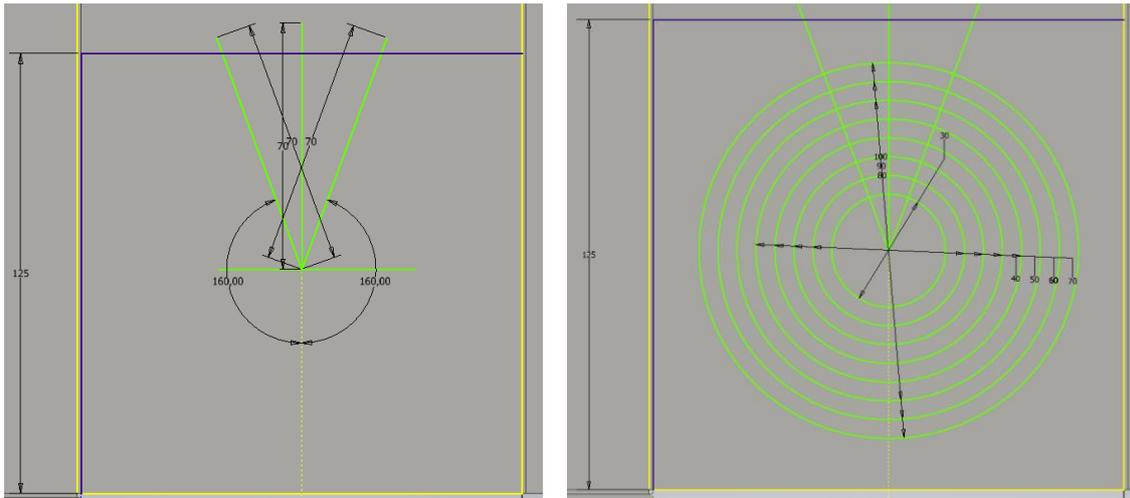

Ilustración 398. Elaboración de boceto sobre parte superior de la pestaña 1 I. Cubierta de ordenador.
8. Genere un nuevo boceto. En este punto nos centraremos en el boceto de la pestaña marcada en la *Ilustración 398* sobre la que se aplicará un patrón circular de ranuras definidas por tres puntos.